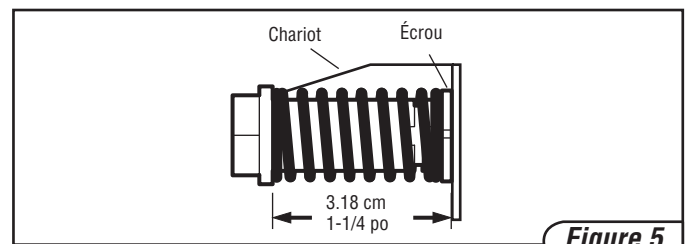

Figure 5
12. Serrer à la main l'écrou du ressort pour régler la tension de la courroie. Placer une clé plate sur l'extrémité carrée de l'écrou du ressort et serrer dans le sens des aiguilles d'une montre pour comprimer le ressort à une longueur de 32 mm (1-1/4 po). Ceci règle le ressort à la tension optimale. La courroie peut glisser de sur le pignon si elle n'est pas suffisamment serrée. Si la courroie glisse, régler la courroie et tourner l'écrou d'un demi-tour supplémentaire pour comprimer le ressort. **NE PAS tendre la courroie en excès** (Figure 5).